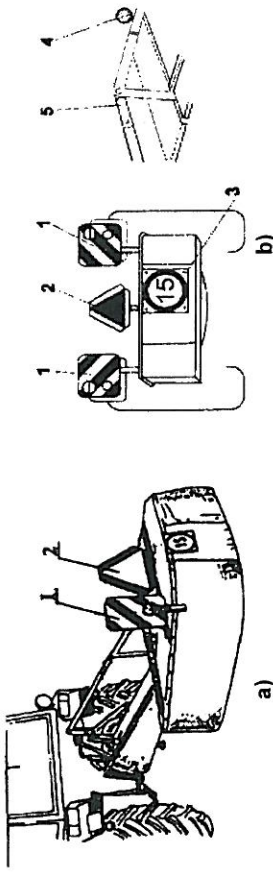

Рис. 12. Косилка Z069 – переезды по дорогам (описание в тексте)
- По время переездов по общественным дорогам на косилке должны быть установлены на кронштейнах (Рис. 12):
- переносная предупредительная таблица (1) с бело-красными полосами, площадью как минимум 1000 см² с освещением,
- треугольный опознавательный знак для тихоходных транспортнх средств (2).
- Скорость переезда не может превышать 15 км/час (3).
Ротационные косилки Z069 и Z069/1 (Рис. 12а) на предупредительном щитке должны иметь красные габаритные огни и круглый красный отражатель.
Ротационная косилка Z069/2 (Рис. 12б) на предупредительном щитке должна иметь двоянные огни, круглые красные отражатели, видимые сзади, а также белые габаритные огни, видимые спереди.